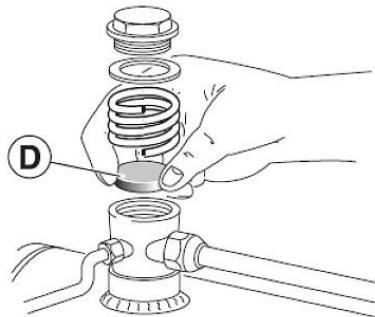

Abb. 9: Rückschlagventil
Schritt 2: Überprüfen Sie das Rückschlagventil und wechseln Sie das Dichtungselement (Pos. **D**, Abb. 9) gegebenenfalls aus.